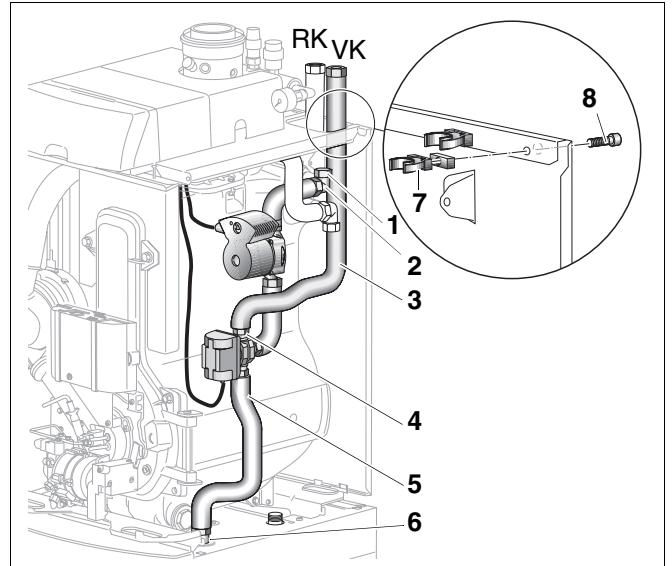

Abb. 16 Vorlaufrohrgruppe mit Umwälzpumpe und Dreiwegeventil montieren
- Kappe (Abb. 16, **Pos. 1**) an Vorlauf-Winkelverteiler (Abb. 16, **Pos. 2**) seitlich abschrauben und oben wieder anschrauben.
- Rohhalter (Abb. 16, **Pos. 7**) an Rückwand mit Schraube (Abb. 16, **Pos. 8**) anschrauben.
- Vorlaufrohrgruppe (Abb. 16, **Pos. 5**; Vorlaufrohr an der Umwälzpumpe) mit vormontiertem O-Ring an den seitlichen Abgang des Vorlauf-Winkelverteilers (Abb. 16, **Pos. 2**) stecken und mit Überwurfmutter verschrauben.
- Speichervorlaufrohr unten mit Dichtung $\varnothing 17 \times 24 \times 2$ an den Speichervorlauf (Abb. 16, **Pos. 6**) anschrauben.
- Vorlaufrohr (Abb. 16, **Pos. 3**) mit Dichtung $\varnothing 17 \times 24 \times 2$ an den oberen Anschluss (Abb. 16, **Pos. 4**) des Dreiwegeventils anschrauben.
- Vorlaufrohr (Abb. 16, **Pos. 3**) an die Rohhalterung (Abb. 16, **Pos. 7**) drücken.